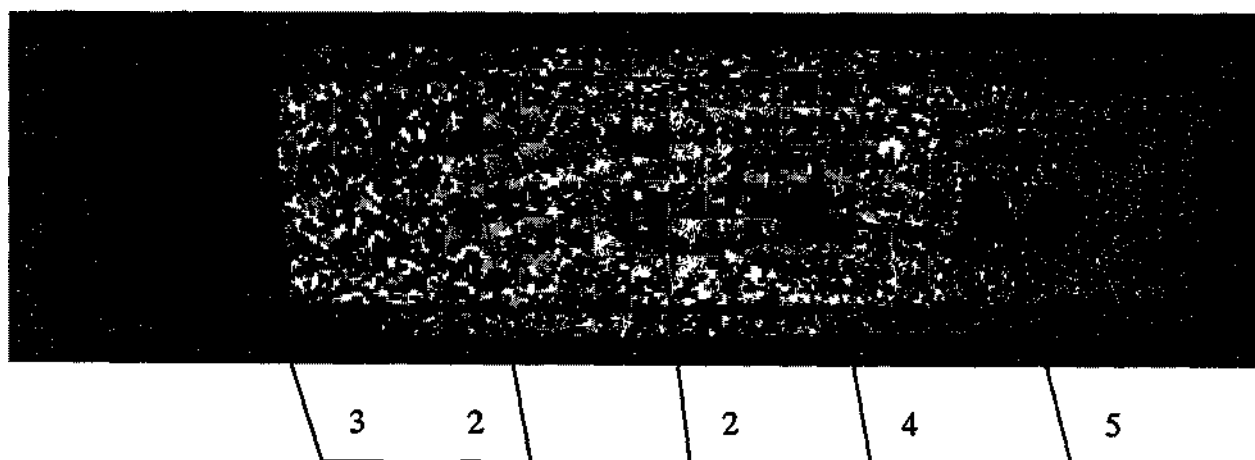

Рис.1
5.1.1.1 На лицевой панели блока (рис.1) расположены:
- разъем для подключения кабеля телевизионной головки (1)
- светодиодный индикатор "РЕЖИМ" (2):
- светодиодный индикатор "СЕТЬ" (3);
- кнопка "БАЛАНС БЕЛОГО" (4);
- кнопки изменения цветового тона (5).